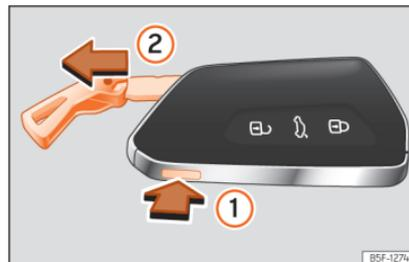

Fig. 84 Chave do veículo: retirar o palhetao.
- Pressione o botão »» Fig. 84 ① para fazer sair a argola em forma de porta-chaves e
- Pressione o botão »» Fig. 84 ① para desbloquear. Mantenha o botão ① pressionado e, simultaneamente, puxe a argola na direção da seta »» Fig. 84 ② para retirar totalmente o palhetão.